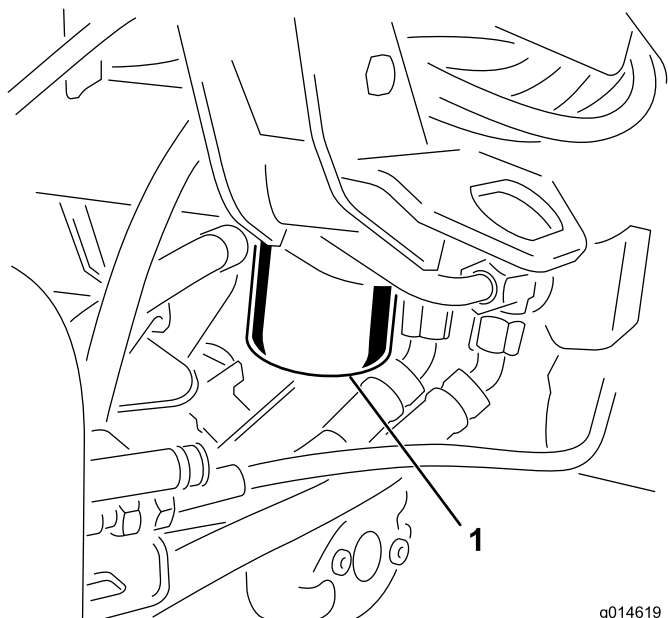

図 45
3. 機体右側で、油圧フィルタの下にオイル受けを置く【図 45】。
5. 古いフィルタを外し、新しいフィルタを手早く取り付け【図 45】ガスケットがフィルタヘッドに当たるまで手で回し、そこからさらに $\frac{3}{4}$ 回転締め付ける。